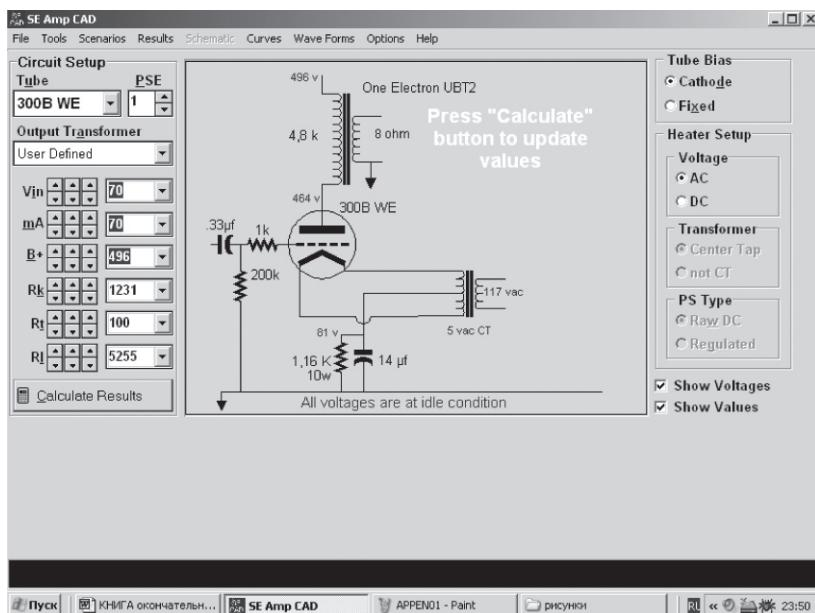
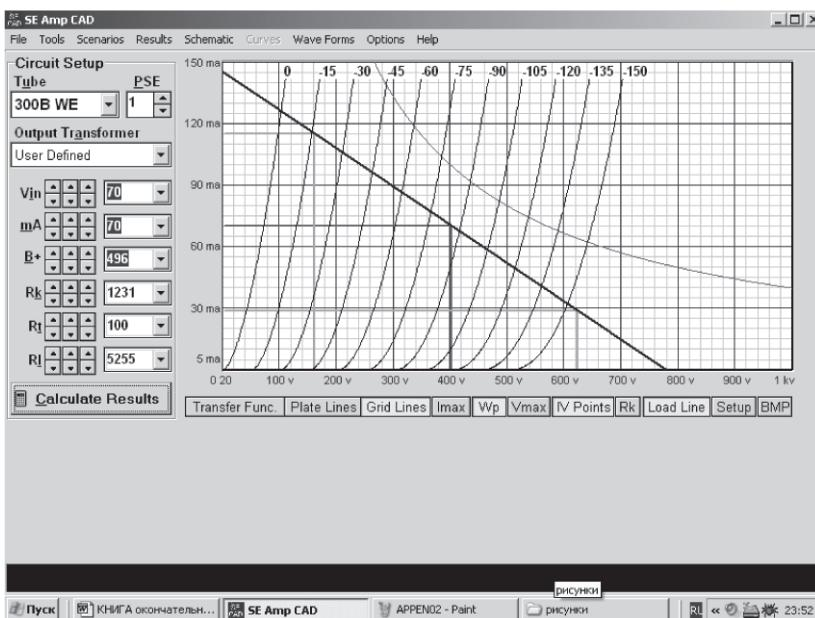

Рис. 8.2. Пример постановки задачи
Рис. 8.3. Пример графического представления
- ♦ наглядность представления результатов (рис. 8.2, рис. 8.3);